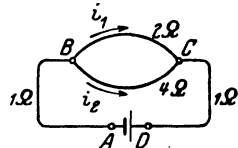

Abb. 14. Schaltung zu Aufgabe 73.
73. Ein Element, dessen EMK 1,8 [1,43] V und dessen innerer Widerstand $\frac{1}{6}$ [0,5] Ω beträgt, wird, wie Abb. 14 zeigt, durch zwei Drähte \overline{AB} und \overline{DC} von je 1 [0,8] Ω Widerstand und den beiden zwischen B und C liegenden Drähten von 2 [1,5] Ω und 4 [3,5] Ω Widerstand geschlossen. Gesucht wird: